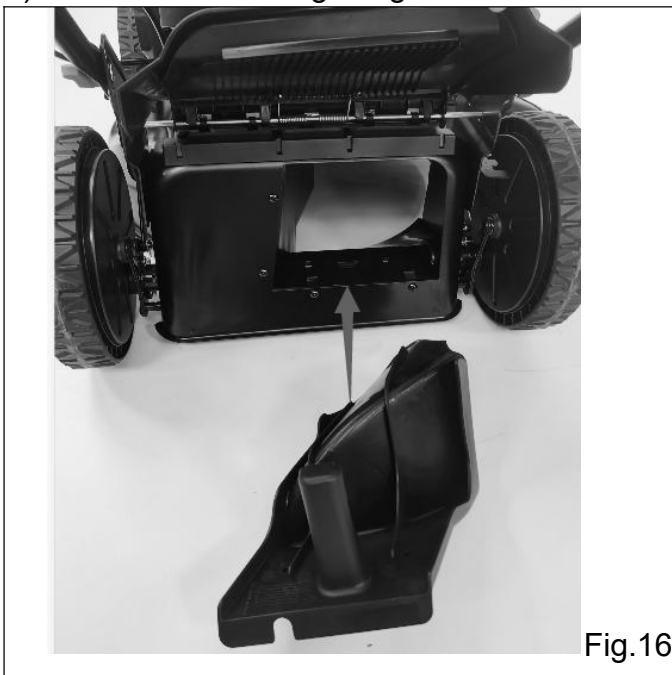

Fig.16
- 1) Retirez le bac à herbe et mettez la protection du broyeur en place (Fig.16,17), maintenez le **déflexeur** fermé.